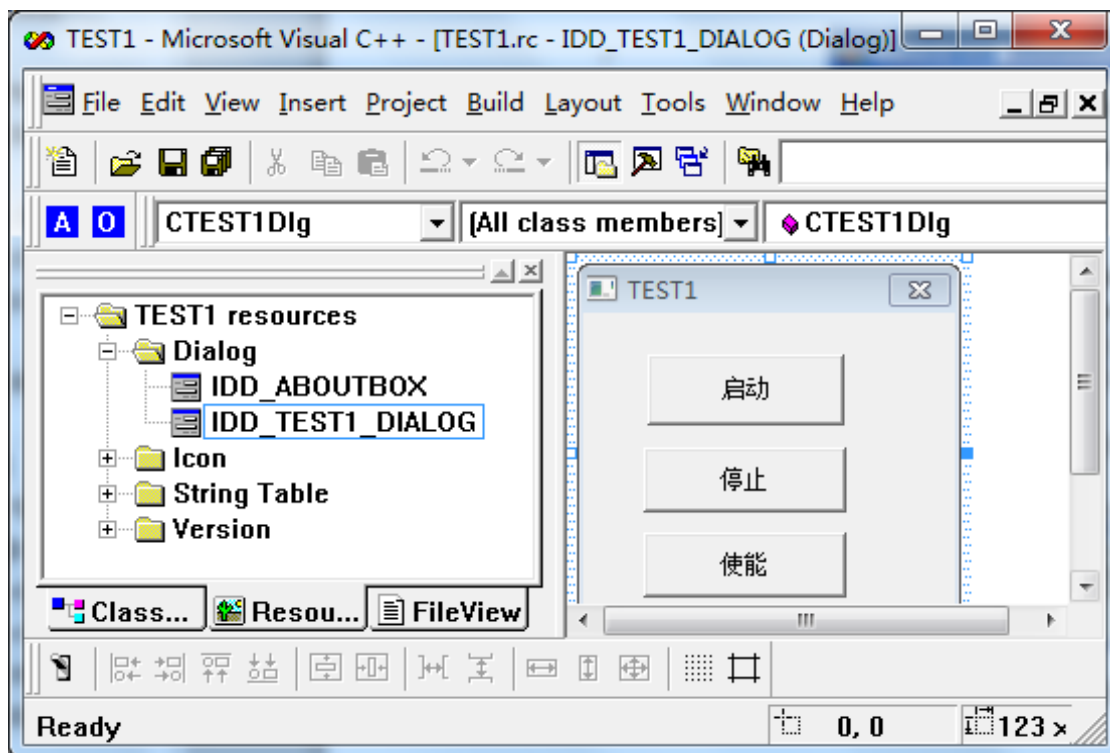

图 6.7 修改对话框
7) 给对话框进行简单的修改，增加按钮“启动”、“停止”和“使能”；并分别命名为“IDC_BUTTON_Start”、“IDC_BUTTON_Stop”和“IDC_BUTTON_enable”，如图 6.7 所示。